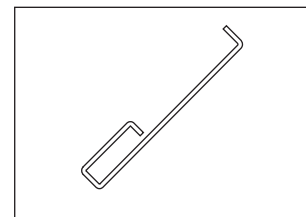

Рисунок 5.
**Внимание! При эксплуатации ручки нагреваются. Для открывания и закрывания дверцы топки и зольника используйте поставляемое приспособление (рисунок 5).**